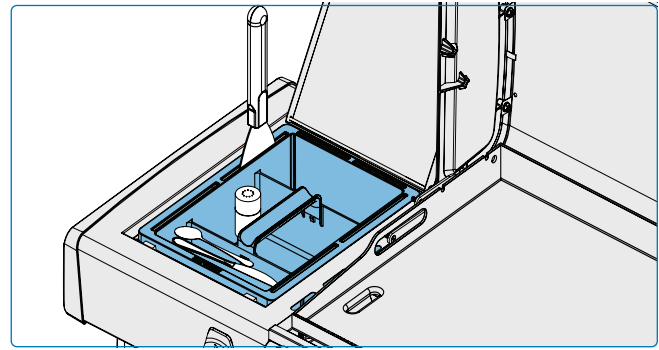

Fig. 8
Mantenga las salsas, los condimentos y los utensilios de cocina al alcance de la mano mientras cocina con el soporte para condimentos integrado en el estante lateral. **(Fig. 8).**
- Ajuste diferentes quemadores a diferentes niveles de calor para crear zonas de temperatura específicas. Controle la temperatura de la superficie de la plancha con un termómetro de infrarrojos para asegurarse de que cada zona está al nivel de calor deseado. Utilice el calor directo (colocado directamente sobre los quemadores encendidos) para los alimentos que se benefician de una cocción rápida, mientras que el calor indirecto (colocado a un lado) se puede utilizar para una cocción más lenta o para mantener los alimentos calientes. **(Fig. 8)**